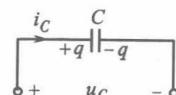

图 10.1-15
定义: 是一个理想电路元件, 见图 10.1-15, 在图中给出的电荷 q 和电压 u_c 的方向下, 将 q 与 u_c 之比定义为电容 C , 即 $C = q/u_c$, 单位为 F(法拉)。
②当两端电压 u_c 和电流 i_c 的参考方向符合图 10.1-15 中的关联方向时, 两变量的约束关系为